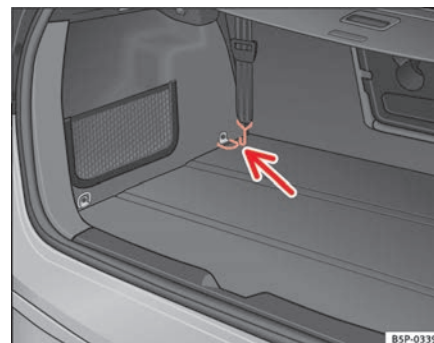

Fig. 126 Argollas de amarre para tensar la red separadora
- Enganche los cinturones en las argollas de amarre anteriores para tensar la red ⇒ página 159, fig. 126. ■